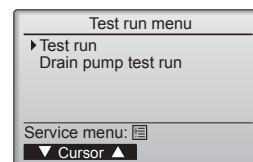

Fig. 7-2
- ② Selecteer "Test run" (Proefdraaien) in het Test run-menu (Proefdraaien) en druk op de toets [SELECTEREN]. (Fig. 7-2)
- ③ Het proefdraaien gaat van start en het scherm Test run (Proefdraaien) wordt weergegeven.
7.3. Zelfcontrole (Fig. 7-2)